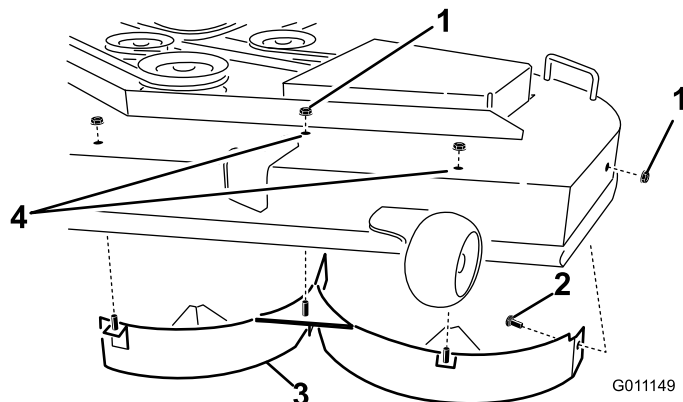

Bild 36
- Entfernen Sie die drei Sicherungsmuttern (5/16 Zoll), die an den geschweißten Pfosten des linken Ablenkblechs oben auf dem Mähwerk in der Mitte, links von der Mitte und in den linken Stellungen gesichert sind (Bild 36). Entfernen Sie die Schlossschraube und die Sicherungsmutter an der Seitenwand des Mähwerks, die das linke Ablenkblech am Mähwerk befestigen.
- Entfernen Sie das linke Ablenkblech vom Mähwerk, wie in Bild 36 dargestellt.
- Finden Sie die zwei Schrauben an den losen Teilen und verwenden Sie die vorhandenen Sicherungsmuttern. Setzen Sie die Befestigungen in die Löcher oben am Mähwerk ein, wie in Bild 36 dargestellt, um das Herausschleudern von Grünabfällen zu vermeiden. Setzen Sie die Schrauben durch die Unterseite des Mähwerks ein und verwenden Sie eine vorhandene Sicherungsmutter, um von oben zu sichern.